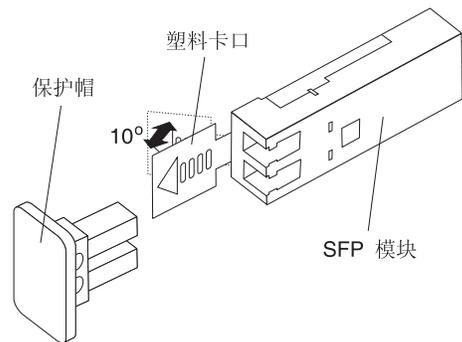

图 108. 松开塑料类 SFP 模块滑锁
- 对包含塑料卡片的 SFP 模块，如图 108 中所示，通过把塑料卡片向外拔出 10° 来松开 SFP 模块滑锁。